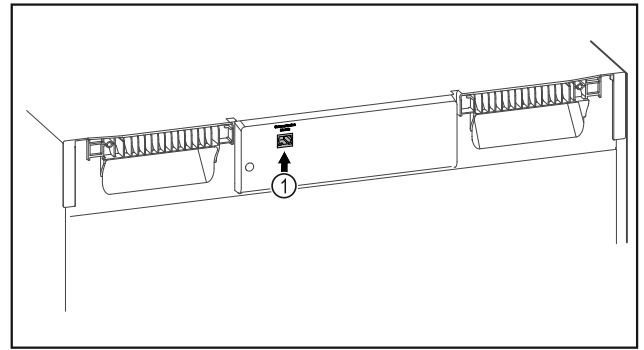

Fig. 150
- Vstavljen je SmartModule Fig. 150 (1).